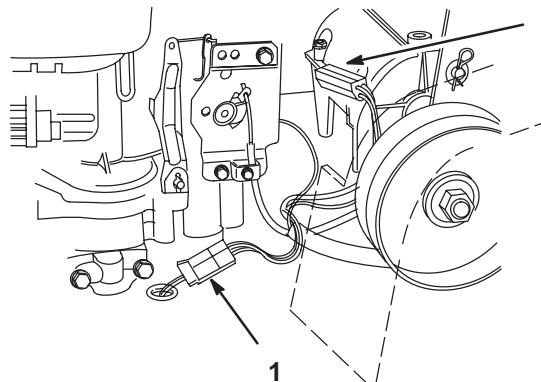

Bild 8
- Befestigen Sie die internen Kupplungs- und Motorstecker (Bild 8).